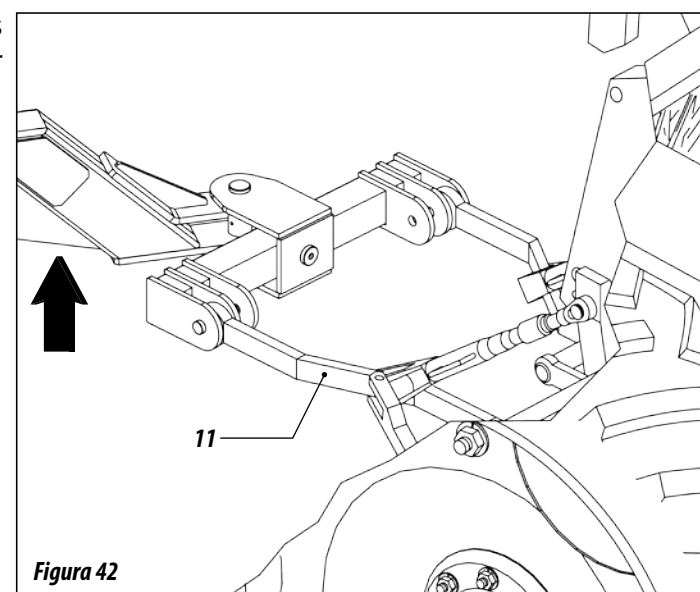

Figura 42
07 - Levante los brazos del gato del tractor (11). FIGURA 42